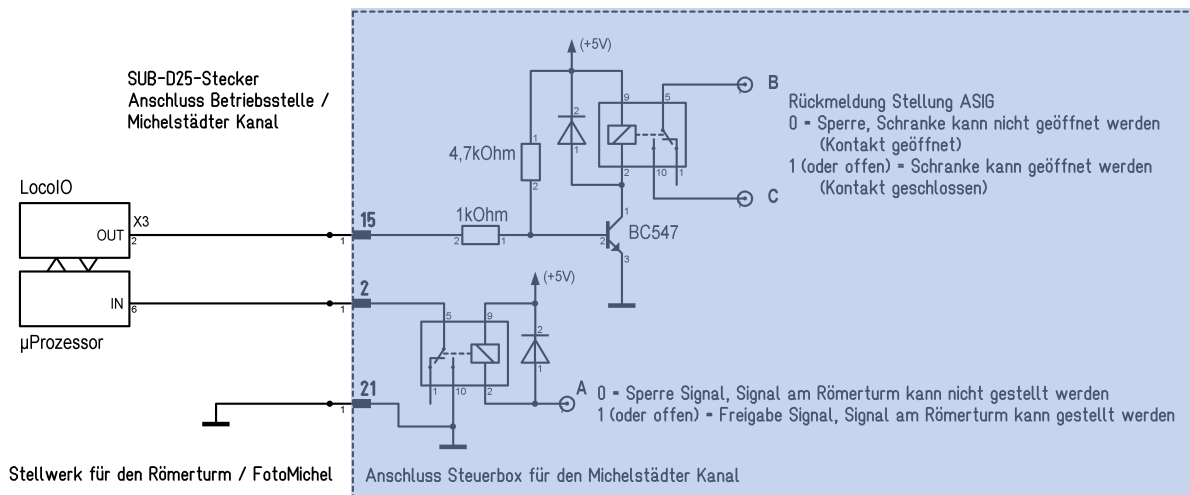

Abb. 2 Verwendung in einer Steuerbox „Methode einfach“
- Die Schaltlogik zur Freigabe der Sicherung des Bahnübergangs (Lichtzeichenanlage oder Schrankenanlage). Es muss kein Mikrocontroller sein, hier tut es möglicherweise auch die Einbindung der einfache Relaistechnik (Verwendung der Anschlüsse **A**, **B** und **C**, siehe Abb.2 - das habe ich aber nicht realisiert, bei mir kommt ein kleiner Mikrocontroller zum Einsatz). Es ist nur wichtig zu wissen, dass an der Schnittstelle mit Spannungspegeln von 0V (Masse, GND) und +5V sowie einer Strombelastbarkeit von 20mA gearbeitet wird.
Schaltet man Abb.2 aus Krümelbahn Info 4 - Stellwerktechnik für die Modellbahn (<https://github.com/Kruemelbahn/Infoletter/blob/main/Kr%C3%BCmelbahn%20Info%204%20-%20Stellwerktechnik%20f%C3%BCr%20die%20Modellbahn.pdf>) mit Abb.2 in diesem Dokument zusammen, ergibt sich folgende Schaltung: